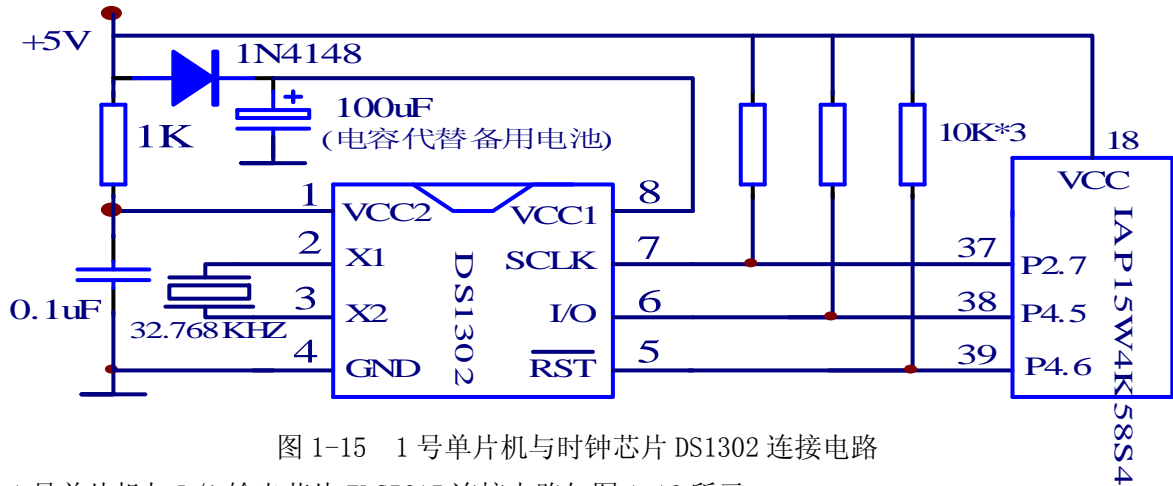

图 1-15 1 号单片机与时钟芯片 DS1302 连接电路
12、1 号单片机与时钟芯片 DS1302 连接电路如图 1-15 所示。